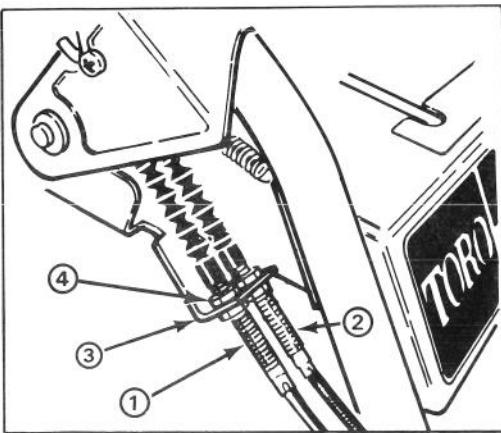

Abbildung 26
3. Die obere, das Räumwerk-/Gebäse-Kabel an die Befestigungsschelle festhaltende Gegenmutter lösen (Abb. 26).
EINSTELLEN DES FAHRANTRIEBSRIEMENS (Abb. 26)